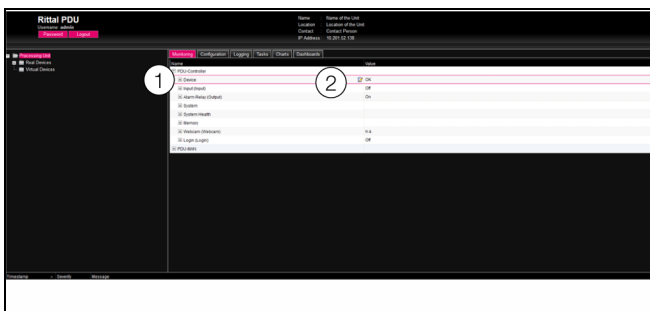

Abb. 29: Auswahl mehrerer Parameter
- Klappen Sie nur den Eintrag „CMC III PU 19" Edition“ aus, indem Sie auf das „Plus“-Zeichen vor diesem Eintrag klicken (Abb. 29, Pos. 1).
- Setzen Sie den Mauszeiger an das Ende der ersten Spalte in der Zeile „Device“ (Abb. 29, Pos. 2). Es erscheint ein „Edit“-Symbol und der Mauszeiger ändert sich in ein „Hand“-Symbol.